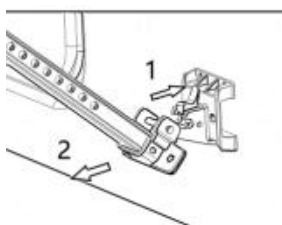

Figure D9
a. Lösen Sie die Lasche an der unteren Montagehalterung, schwenken Sie die Stützstange nach außen und stellen Sie sie senkrecht auf den Boden. (Abbildung D9)